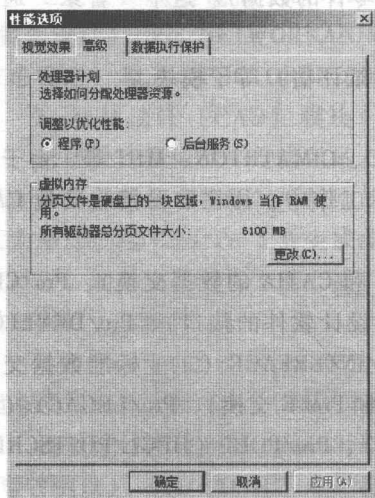

图 1-2 【性能选项】对话框
(1) 在桌面上的【计算机】图标上单击鼠标右键，在弹出的快捷菜单中选择【属性】选项，打开【系统】窗口。
(2) 在【系统】窗口左侧的【控制面板主页】选项列表中选择【高级系统设置】，弹出【系统属性】对话框。
(3) 在【系统属性】对话框中，切换至【高级】选项卡。单击【性能】选项组下的【设置(S)...】按钮，弹出【性能选项】对话框，切换至【高级】选项卡，如图 1-2 所示。